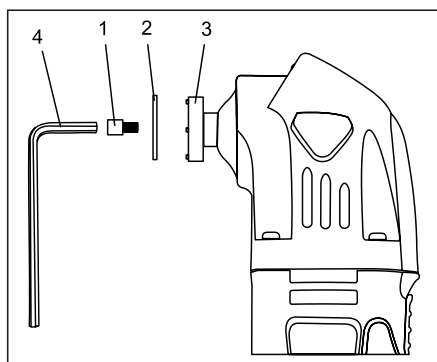

Fig. 1
1. Desfaceți șuruburile ( 1 ) și mașină de spălat ( 2 ) din port accesorii ( 3 ), prin rotirea șurubului de ceasornic . Utilizați o cheie hexagonală de 5 mm ( Allen ), ( 4 ), în cazul în care șurubul este prea strâns pentru a fi scos cu mâna ( Fig. 1 ) .